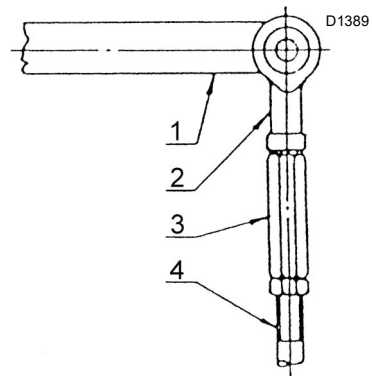

Abb. 14
- das Gelenk 2)(Abb. 14) des Hebel 1) lösen;